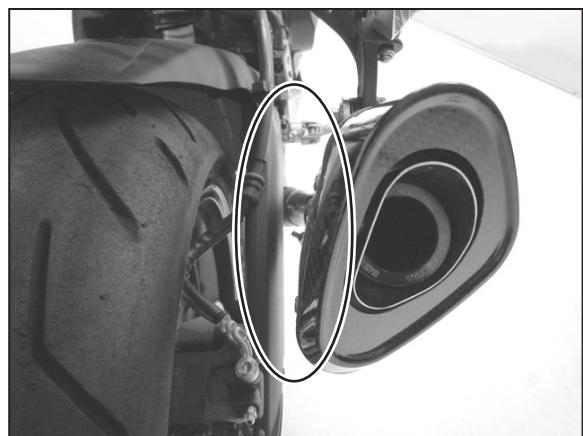

FIG. 7
8. 車両後方から見てサイレンサーの傾きやマフラーと車両のクリアランスを調整し、クランプバンド→サイレンサーステーの順に規定トルクで締め付けて下さい。締め付けた後、マフラーと車両が干渉していない事を確認して下さい。 (FIG. 7, 8 参照)